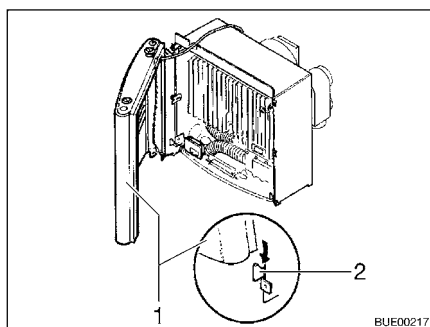

Bild 119 Hölje till värmeaggregatet, hållare
- Montera höljet på värmeaggregatet. Sätt höljet (Bild 119,1) på de nedre hållarna (Bild 119,2).